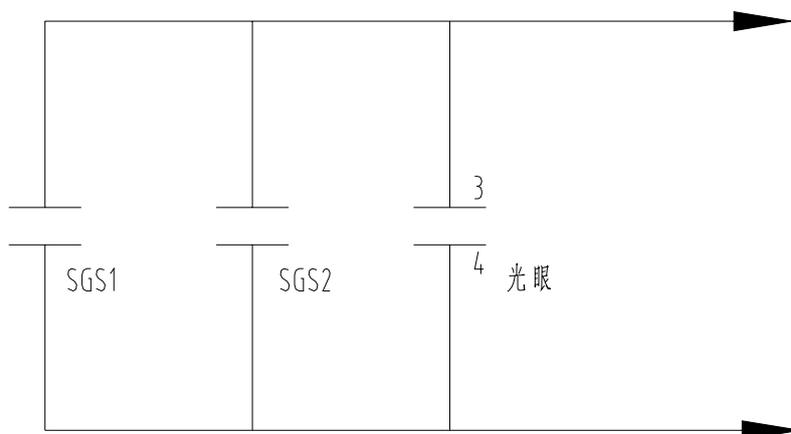

图 4-2 与 X021VF、MCS321 等电梯接线图
a) 与 X021VF、MCS321 等电梯配合使用时，其接线方式见图 4-2。